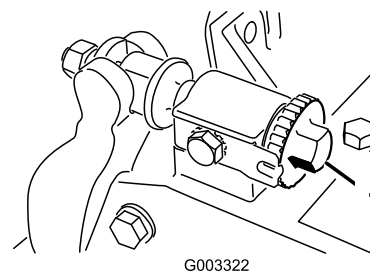

Figura 29
1. Desperte o contacto do cilindro na lâmina rodando os parafusos de ajuste da lâmina (Figura 29) no sentido contrário ao dos ponteiros do relógio até que não exista contacto.